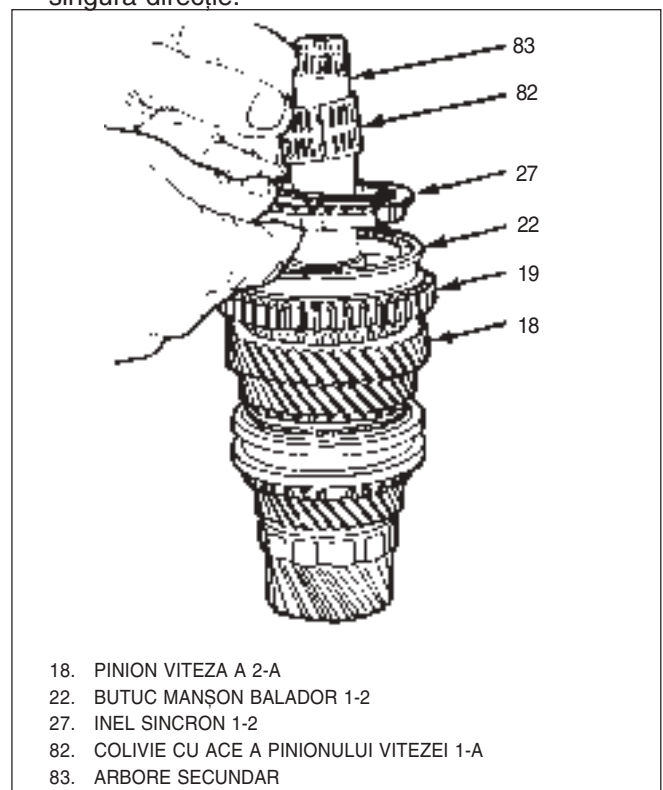

Fig. 22 Demontare colivie cu ace pinion viteza 1-a
### ↔ Demontare sau deconectare(Fig 22 ÷ 27, 45, 46 și 50)
- 2) Inel sincronizator(27), siguranță(26) și șaibă(93), Fig 22.